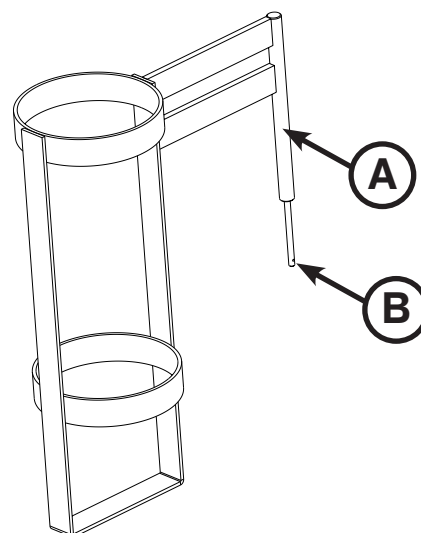

Figura 16.2 - Portabombola di ossigeno verticale
1. Inserire la barra di supporto (A) nella cavità per flebo in uno dei quattro angoli del lettino.
2. Inserire la coppiglia (B) attraverso il foro nella barra di supporto per tener il portabombola in posizione come illustrato nella Figura 16.2.